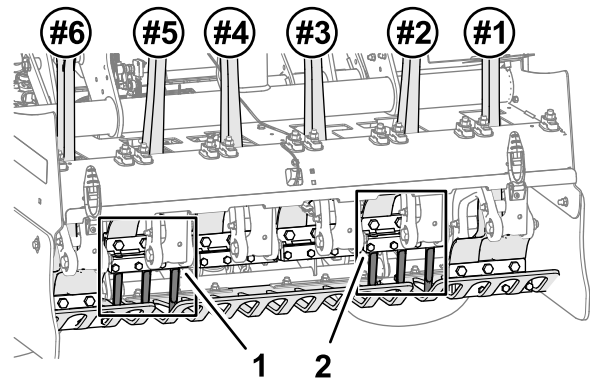
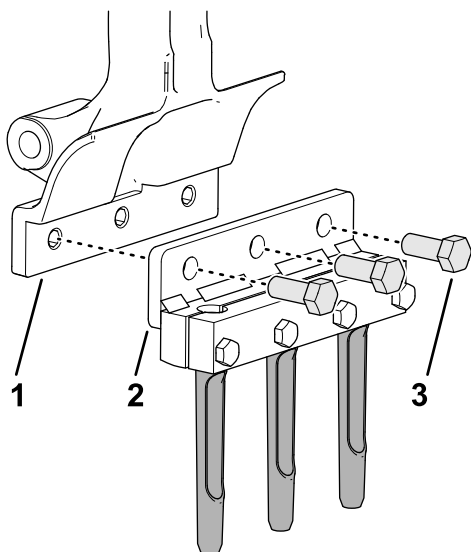

Figura 42
Figura 43
1. Monte, sem apertar totalmente, o suporte de dentes e os dentes no braço de dentes n.º 2 (Figura 42 e Figura 43) com 3 parafusos (1/2 pol. x 1 1/4 pol.).